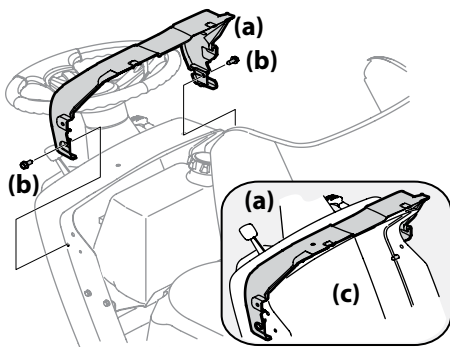

Figura 2-25
- Se o aerofólio do painel (a) foi embalado solto, as peças necessárias para fixá-lo são enviadas presas ao painel (c). Remova os dois parafusos (b) do painel (c). Veja Figura 2-25.
- Coloque o aerofólio (a) em posição e alinhe os furos de fixação. Veja Figura 2-25.
- Fixe o aerofólio (a) ao painel (c) com os parafusos (b) que foram removidos no Passo 1. Veja Figura 2-25.